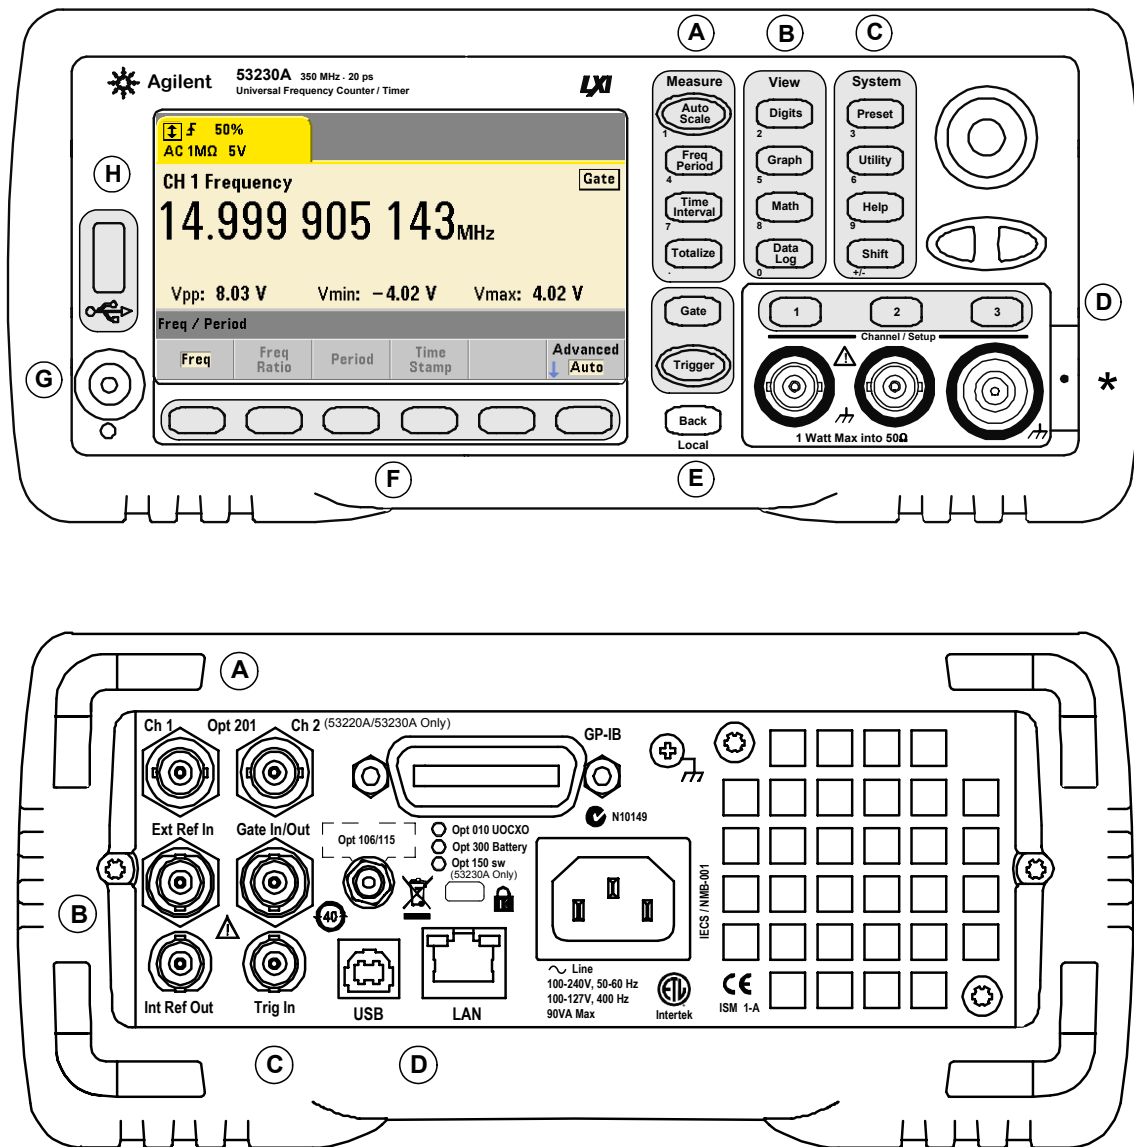

Figure 1-1. Compteur/fréquence-mètre universel 53220A/53230A.
La Figure 1-1 illustre les panneaux avant et arrière du compteur/fréquence-mètre universel Agilent 53230A 350 MHz. Outre leurs dimensions identiques, les 53220A et 53230A sont proposés avec les mêmes options, à l'exception toutefois de l'option 150 - Firmware de mesure d'impulsions, disponible uniquement pour le modèle 53230A.
D. Touches Channel : permettent de sélectionner la voie d'entrée et d'afficher le menu des touches de fonction afin de configurer le parcours des signaux d'entrée. Notez que la Figure 1-1 illustre l'Option 106 / 115 - Voie 3. La configuration du parcours des signaux est décrite au **Chapitre 4**.
Le panneau arrière du 53230A illustré à Figure 1-1 comprend l'Option 201 (entrées parallèles du panneau arrière) et l'Option 400 Interface GPIB. Vous trouverez, ci-dessous, une brève description des bornes du panneau arrière.